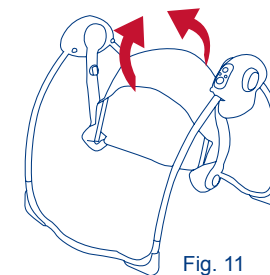

Fig. 11
- 11) • To fold the seat, push each end of the seat together until fully folded. (Fig. 11)
- Para plegar la sillita, haga presión para unir cada extremo de la sillita hasta que esté completamente plegada. (Fig. 11)
- Pour plier le siège, appuyer sur les deux extrémités du siège jusqu'à ce qu'il se plie. (Fig. 11)